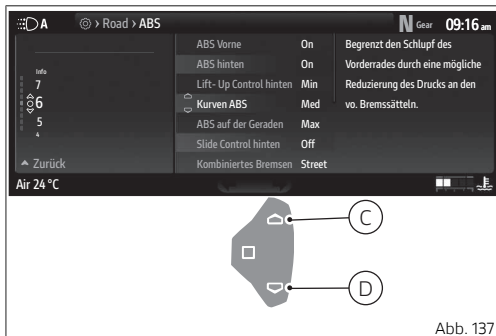

Abb. 137
Über die Tasten (C) und (D) für das Schnellumschalten können die Beschreibungen durchgescrollt werden, die das Cockpit für jedes Element des ABS anzeigt. Im Beispiel wird die Beschreibung für das „Kurven ABS“ (Abb. 137 S.170) dargestellt.